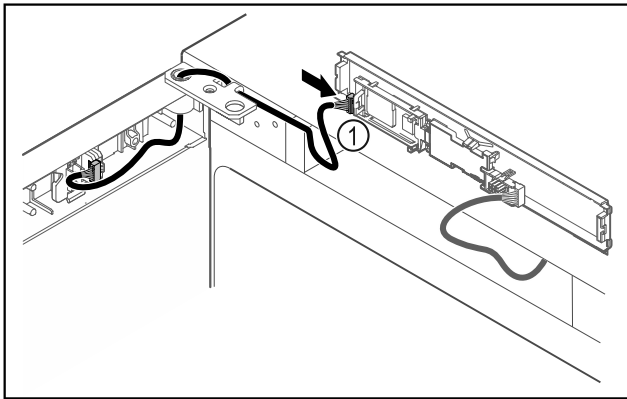

Fig. 47
- ▶ Įkiškite kištuką į plokštę Fig. 47 (1).